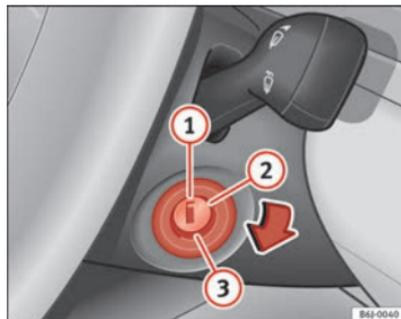

Fig. 98 Positions de la clé de contact
Dans cette position ⇒ fig. 98 l'allumage et le moteur sont déconnectés, ce qui peut bloquer la direction.
- Amenez la clé de contact en position ⇒ fig. 98 ②. Le témoin  s'allumera en cas de préchauffage du moteur.
- Lorsque le témoin s'éteint, tournez la clé en position ③ pour lancer le moteur sans appuyer sur l'accélérateur.
- Amenez la clé de contact en position ⇒ fig. 98 ①.